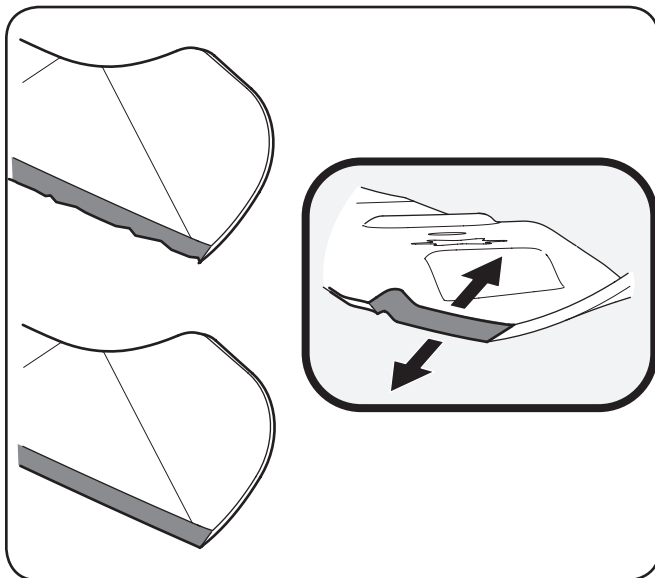

Figura 7-6
- Para afilar las cuchillas de corte de forma adecuada, extraiga cantidades iguales de metal de ambos extremos de las cuchillas a lo largo de los bordes cortantes, paralelo al borde de caída y a un ángulo de 25° a 30°. Afíle siempre cada borde de las cuchillas de corte de forma pareja para mantener un equilibrio adecuado entre las mismas. Consulte Figura 7-6.